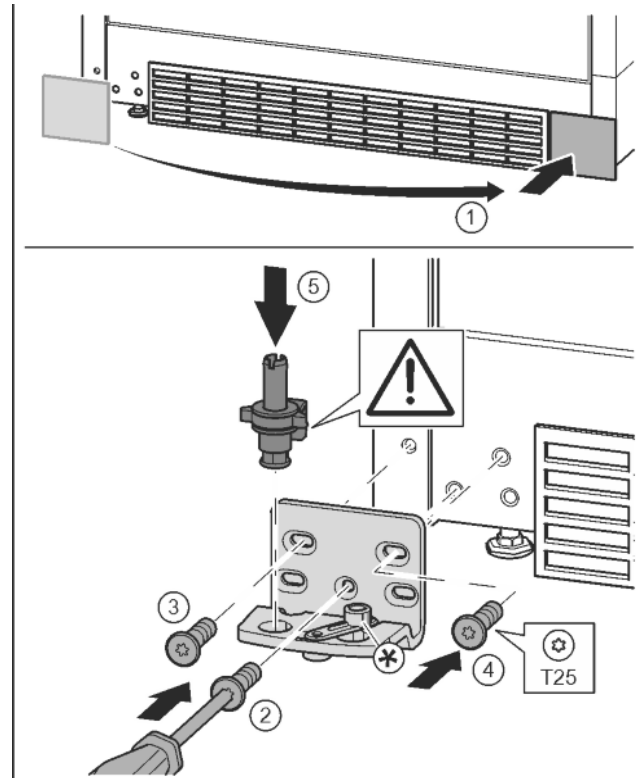

Fig. 13
- ▶ Снять крышку и поставить с другой стороны. Fig. 13 (1)
- ▶ Установить опорный кронштейн с другой стороны и прикрутить с помощью отвертки T25. Начинать с винта 2 в центре. Fig. 13 (2)
- ▶ Затянуть винты 3 и 4. Fig. 13 (3, 4)
- ▶ Снова установить опорный палец в сборе. При этом следить за тем, чтобы выступ фиксатора был направлен назад. Fig. 13 (5)